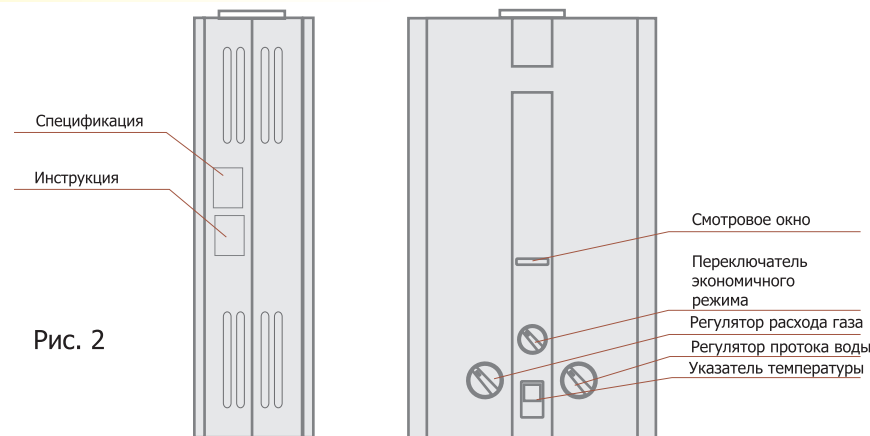

Рис. 2
6.1.4. Аппарат рекомендуется устанавливать так, чтобы смотровое окно (см. рис. 2) было на уровне глаз потребителя, а вокруг аппарата было свободное пространство не менее 100 мм, необходимое для его обслуживания .